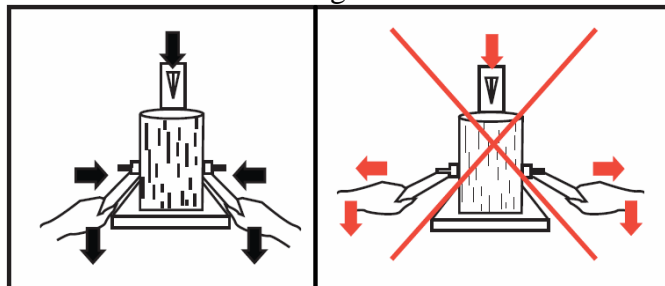

Abb. 17: c) Halteklammern am Holzstück
c) Halten Sie den Holzabschnitt mit den Halteklammern fest (Abb. 17). Die Halteklammern nicht öffnen, während das Holzstück sich bewegt!